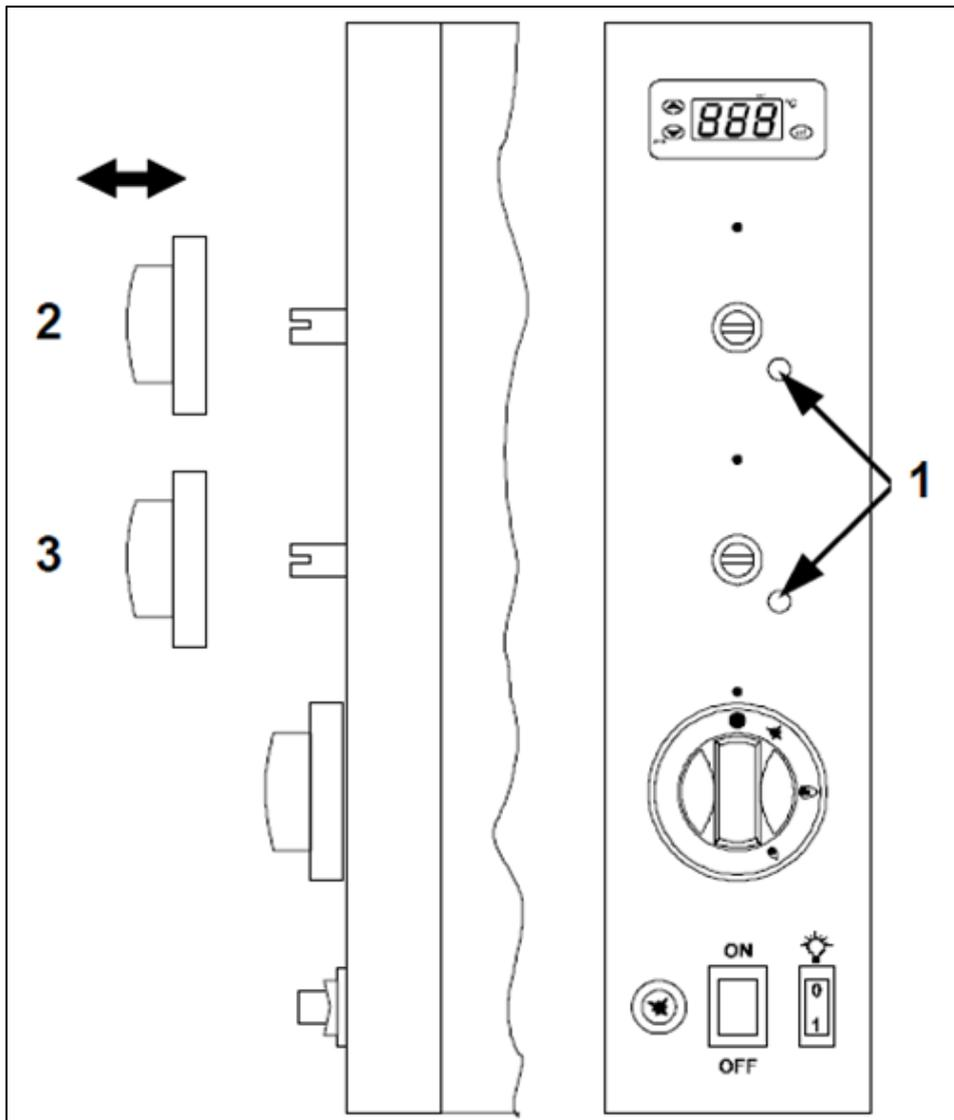

FIG. 10
Para su funcionamiento a gas líquido (G30 - G31) el mínimo está fijo y el tornillo (FIG.10 - Ref.1) queda enroscado a fondo; para el funcionamiento con otros tipos de gas el mínimo se regula de la siguiente manera:
- Extraer manualmente el correspondiente mando del quemador del panel de mandos (FIG.10-Ref.2/3);
- Destornillar el tornillo (FIG.10-Ref.1) 2/3 giros y reinsertar el mando;
- Extraer nuevamente el mando y atornillar el tornillo (FIG.10- Ref.1) mientras que la llama quede encendida y estable y sea visiblemente aceptable;